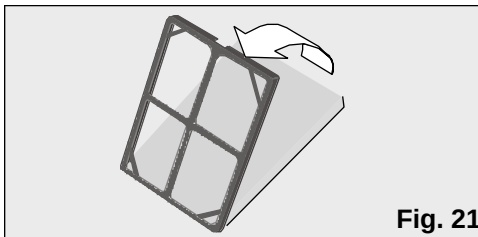

Fig. 21
- Comprobar que el filtro purificador está colocado en el posicionador, en caso contrario instéalo como se indica en la Fig. 21. Colocar la parte oscura del filtro en contacto con el posicionador.